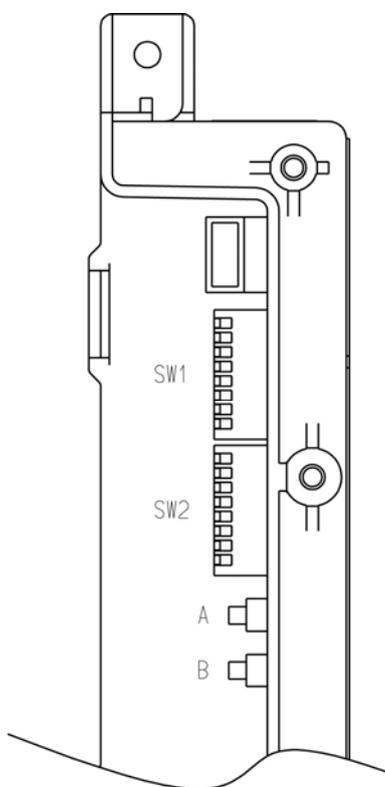

Fig. 1
4. Verificate che il gas riportato sulla targhetta dati sul fianco del prodotto coincida con il tipo di gas selezionato tramite la posizione dei microinterruttori delle bancate SW1 e SW2 (Fig.1). Fate riferimento alla tabella riportata a **pag.36**.